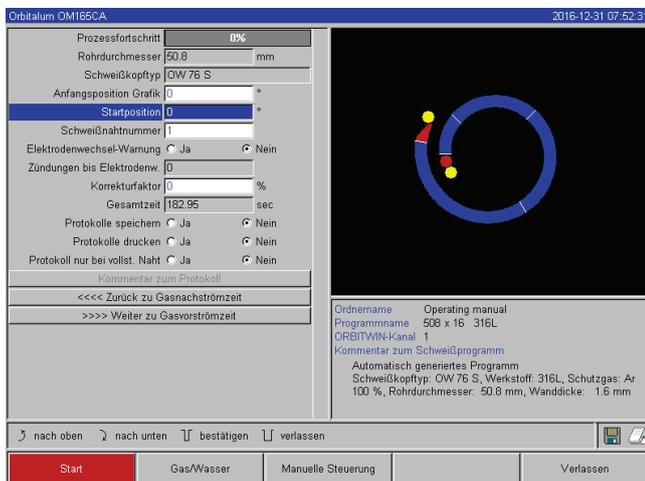

Abb. 13: Maschine startbereit – (links) Schweißen
- VORSICHT Im "startbereiten" Zustand (siehe Abb. 13) kann die "Start"-Taste durch einen Unbefugten gedrückt und der Schweißvorgang gestartet werden.